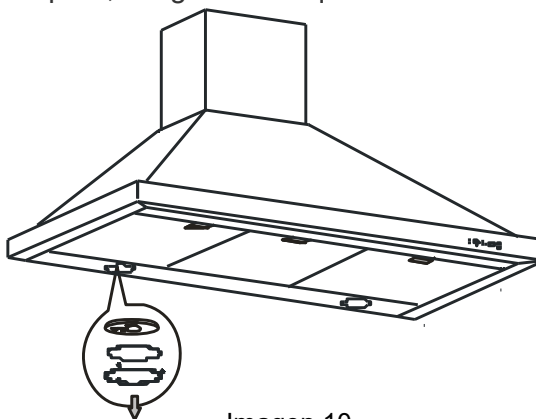

Imagen 10
1. Tome la cubierta de la lámpara y quite la lámpara, imagen 10